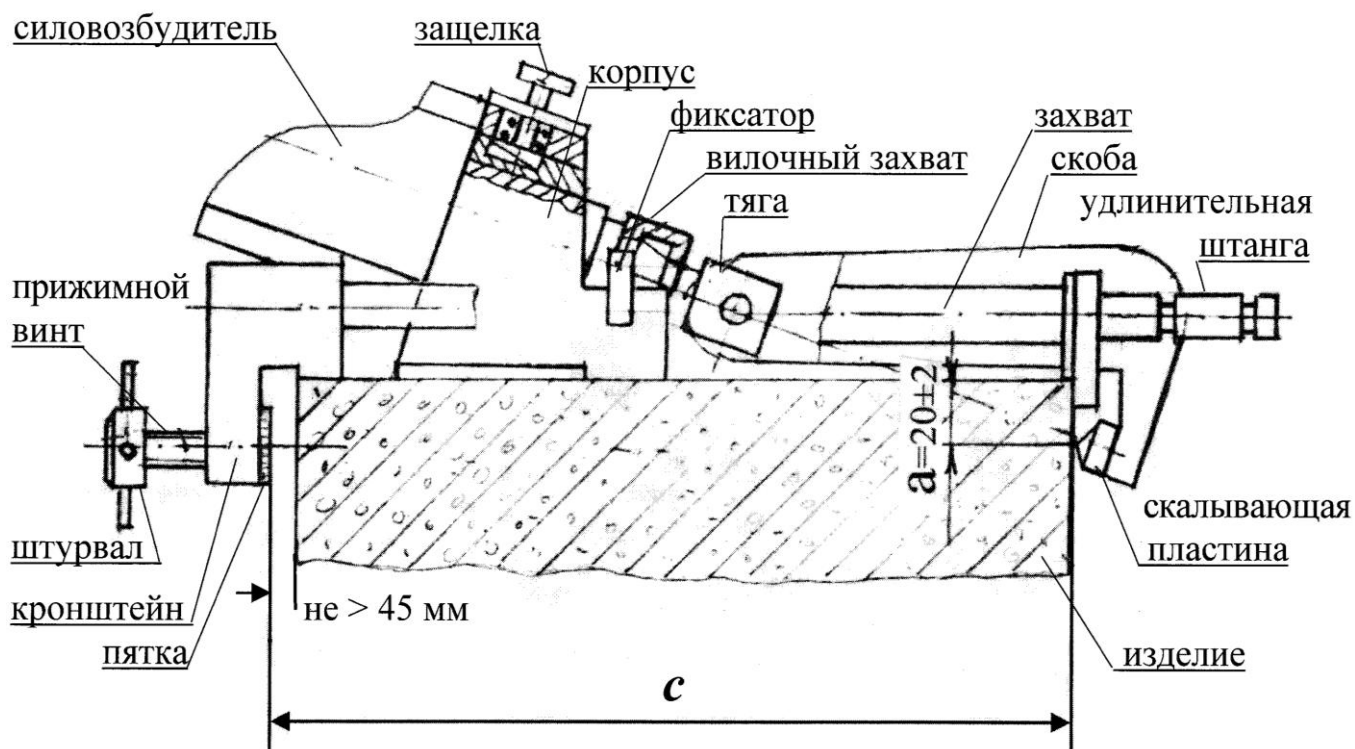

Рисунок 3.2 – Схема испытаний методом скалывания ребра
3.4.2.3 Установить силовую раму с силовозбудителем на контролируемое изделие (рис.3.2) и, вращая штурвал по часовой стрелке до упора пятки в изделие, закрепить его на изделии.